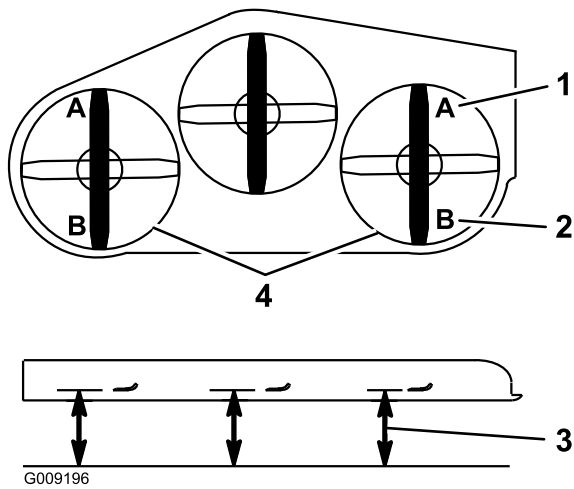

Figure 93
9. De chaque côté du plateau de coupe, mesurez la distance entre la surface plane et la pointe avant de la lame (position A), comme montré à la Figure 93.
16. De chaque côté du plateau de coupe, mesurez la distance entre la surface plane et la pointe arrière de la lame (position B), comme montré à la Figure 93.